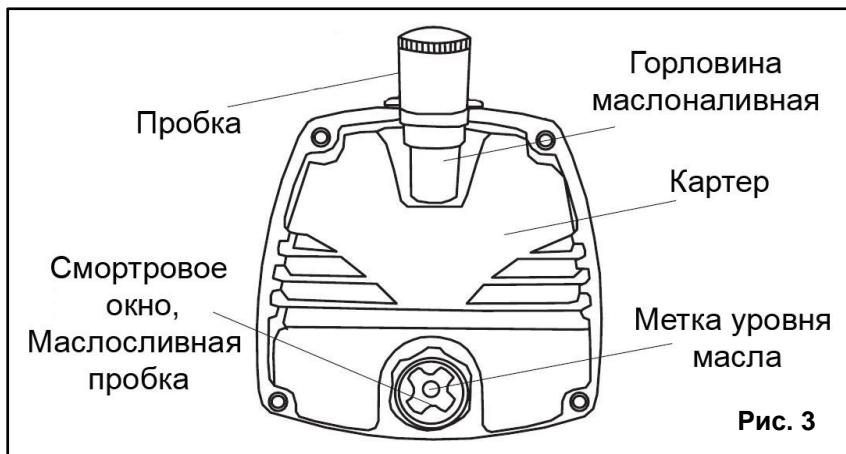

Рис. 3
- Проверьте уровень масла в смотровом окне (См. Рис.3).
- Отверните транспортную заглушку маслоналивной горловины и залейте масло в картер до уровня красной отметки (См. Рис.3).